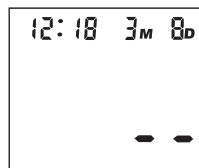

Fig. 4
3. Pulse y mantenga pulsado el botón **M** (memoria) hasta que titilen dos líneas horizontales, *Fig. 4*; lo cual indicará que se han borrado todas las mediciones.